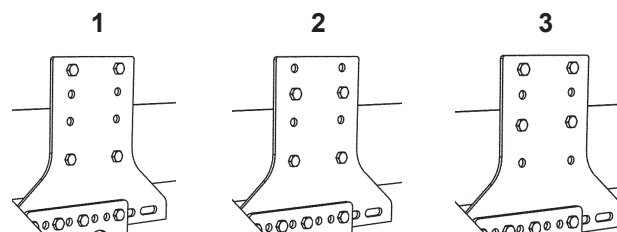

Bild 25. Fäst ramfästet i fordonets ram. Placering 1 och 2 rekommenderas, placering 3 undviks om möjligt.
12. Fäst ramfästet i fordonets ram. Använd medföljande skruvar M14x45. Fäst med minst 4st skruvar i vardera ramfäste. Se Bild 25 för placering av skruvar. Åtdragningsmoment 120 Nm.